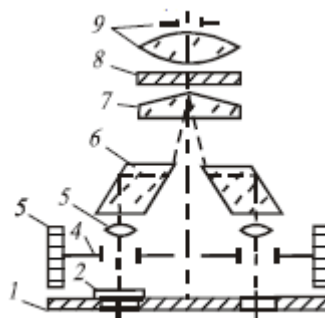

Рис. 3. Схема вимірювання коефіцієнта пропускання
5. Навести схему вимірювання коефіцієнта пропускання (рис. 3).